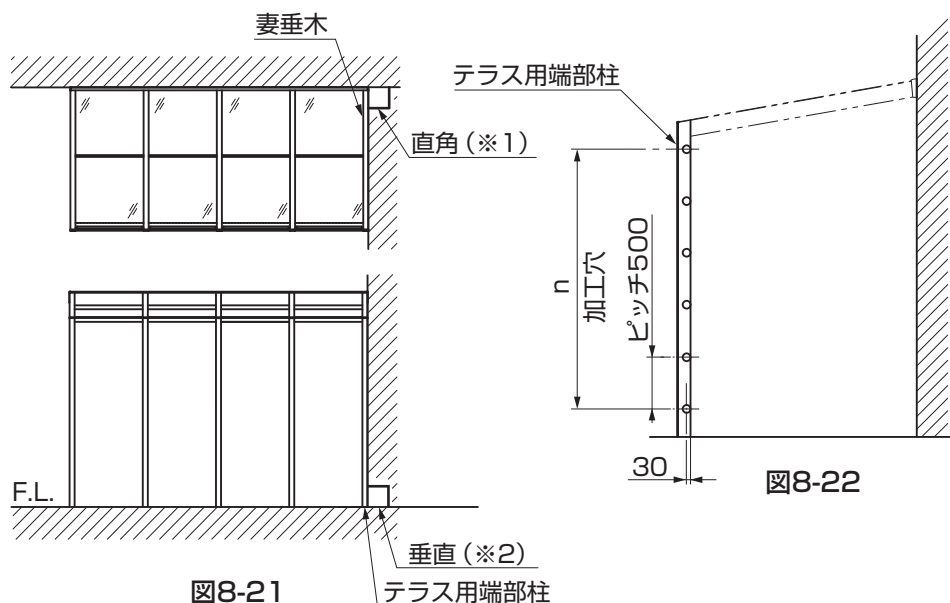

図8-21
- 躯体外壁の直角度(※1)、垂直度(※2)に狂いが生じている場合は、取付けることができませんので、修正してください。修正時の部材については、現場で手配してください。(図8-21参照)